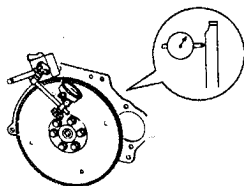

Рис. 7.21 Проверьте биение ведомого диска при помощи циферблатного датчика (См. Раздел 11)
21. Перед установкой коробки передач проверьте, чтобы биение ведомого диска было в указанных пределах (См. Рис. 7.21).